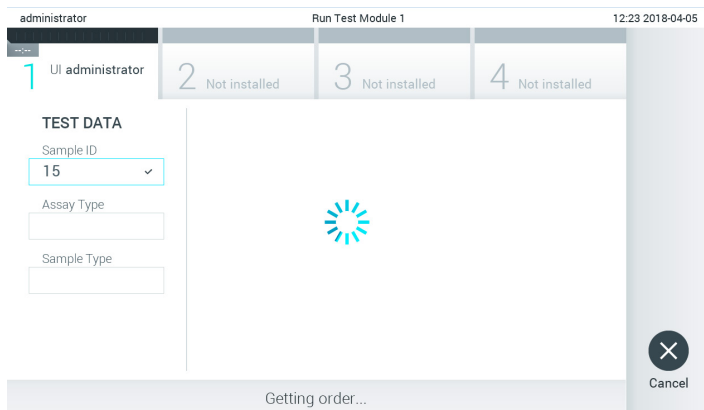

Figura 73. Afișaj în timpul regăsirii comenzii de testare.
3. ID-ul probei va fi trimis către gazdă și, în timp ce QIAstat-Dx Analyzer 1.0 așteaptă o comandă de testare, se afișează mesajul „Getting order...” („Se obține comanda...”) (Figura 73).